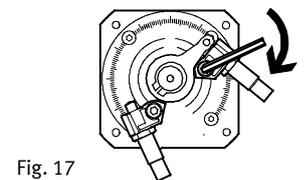

Fig. 17
7. Drehen Sie die Klemmschraube des Dämpferhalters (Fig. 17) wieder mit dem nachfolgenden Anziehdrehmoment fest (Fig. 18). Nur mit dem angegebenen Anziehdrehmoment gräbt sich die Verzahnung des Dämpferhalters in das Gehäusematerial ein.